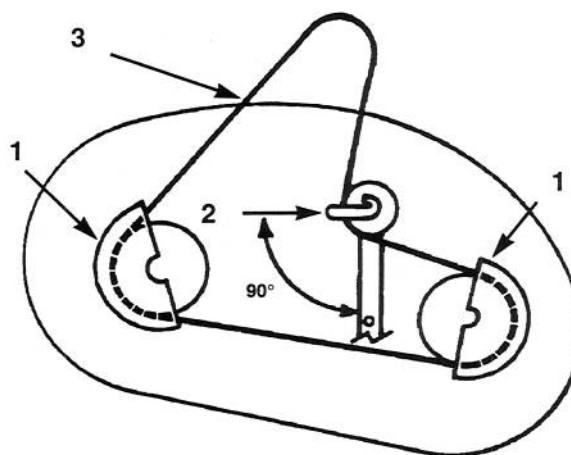

Figure 47
2. Déposer les vis de montage des carter de poulies et déposer les carter des deux poulies de lame (Fig. 47).
3. Desserrer, sans les déposer, le boulon et l'écrou retenant la poulie de renvoi et le guide de la courroie (Fig. 47).
2. Orienter le guide de courroie de la poulie de renvoi vers la gauche, à 90° par rapport au bras de renvoi (Fig. 47). Serrer le boulon de montage le contre-écrou retenant la poulie de renvoi et le guide de courroie.
3. Poser les carter droit et gauche des poulies à l'aide des vis de montage (Fig. 47).